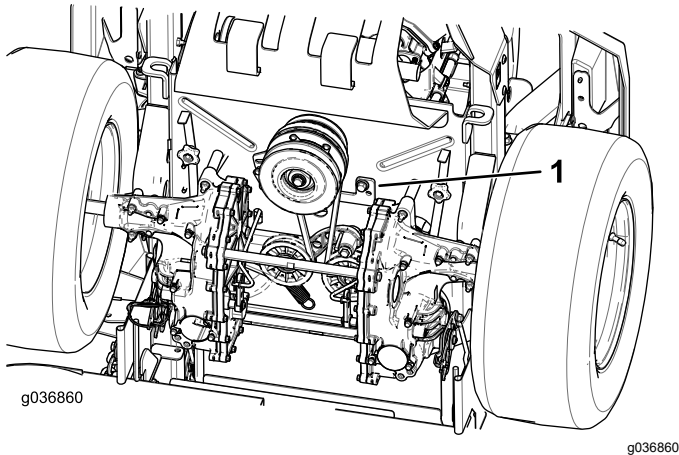

Figura 100
5. Retire el tope del embrague (Figura 100).
9. Instale el tope del embrague (Figura 100).